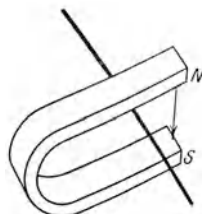

Fig. 193.
b) Lege einen starken Hufeisenmagnet mit dem einen Schenkel auf den Tisch in solcher Entfernung vom Stromprüfer, daß eine kleine Bewegung des Magnets keine oder nur eine schwache Wirkung auf den Prüfer ausübt (Fig. 193).
c) Verbinde nun die Klemmen des Stromprüfers mit einem ausreichend langen Draht. Fasse das Mittelstück des Drahts mit beiden Händen und bewege es rasch zwischen den Polen hindurch, so daß es die Kraftlinien des Magnets senkrecht schneidet. Zeigt der Stromprüfer einen Ausschlag? Ist die Stromdauer lang? In welcher Richtung floß der Strom durch das Mittelstück des Drahts? Wie verlaufen die geschnittenen Kraftlinien des Magnets? Wie steht die Bewegungsrichtung zu diesen beiden Richtungen? Halte Daumen (1), Zeigefinger (2) und Mittelfinger (3) der rechten Hand so, daß sie rechte Winkel miteinander bilden. Halte den Daumen (1) in die Richtung der Bewegung und den Zeigefinger (2) in die Richtung der Kraftlinien. Wie verhält sich nun die Richtung des ausgestreckten Mittelfingers (3) zu der Richtung des erregten Stroms? *Dreifingerregel der rechten Hand.*